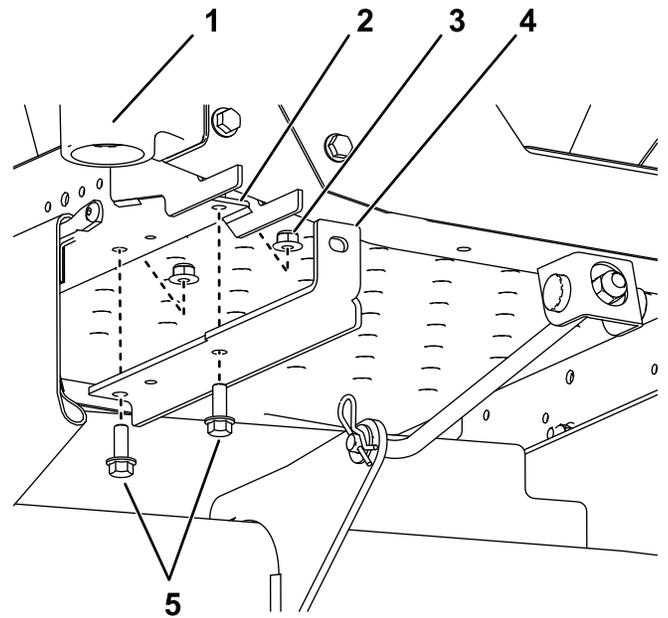

Figura 3
1. Instale los soportes de montaje de los pesos en la parte inferior del bastidor con 2 pernos ( $\frac{3}{8}$ " x 1") y 2 contratuercas ( $\frac{3}{8}$ "), como se muestra en la Figura 3.